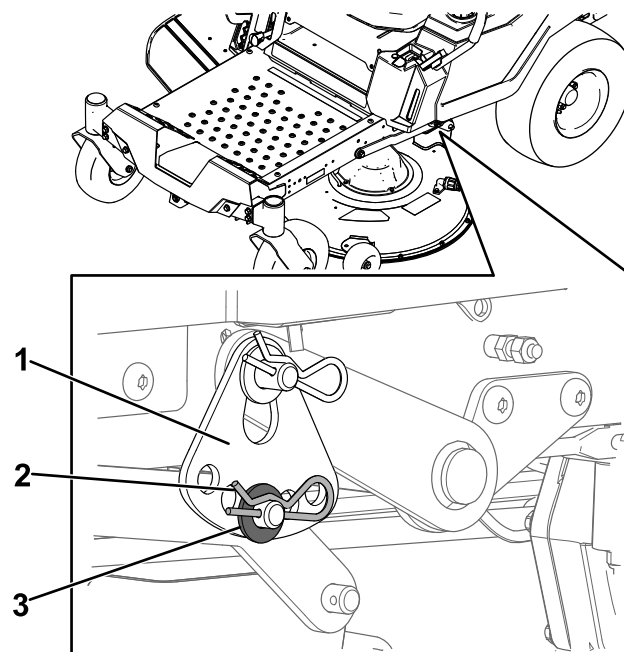

Bild 71
6. Entfernen Sie den Splint und die Unterlegscheibe vom unteren Hubarmbolzen (**Bild 71**).